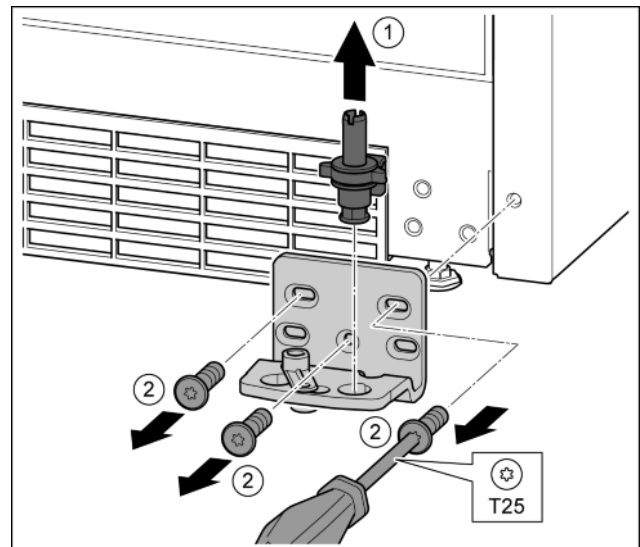

Fig. 10
- ▶ Опорный палец полностью извлечь движением вверх. Fig. 10 (1)
- ▶ Открутить винты отверткой T25 и снять опорный кронштейн. Fig. 10 (2)